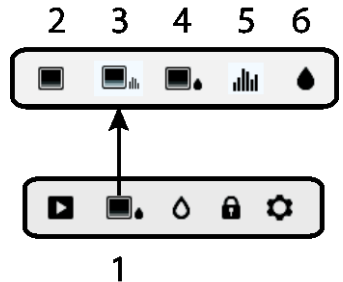

图 5-2 图像模式
按下选择按钮来访问主菜单，然后选择图像模式图标 (1)。参见图 5-2。选择仅 IR 热成像模式 (2)、IGM 定制模式 (3)、IGM 水分模式 (3)、干湿表模式 (4) 或仅水分模式 (4)。下文对每种模式进行了说明。